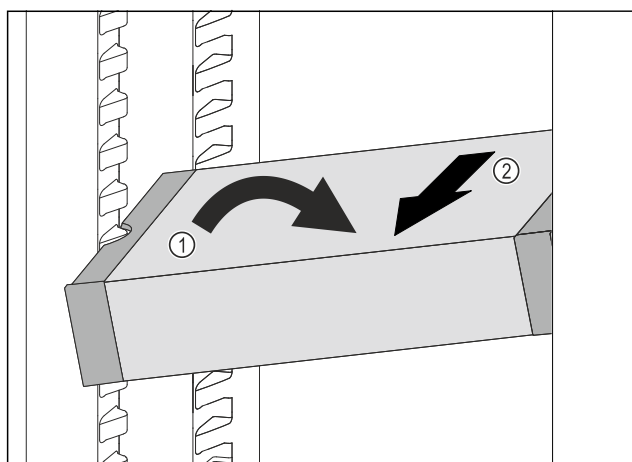

Fig. 133
- ▶ Ukosite ladicu VarioSafe u hladnjaku. Fig. 133 (1)
- ▶ Izvadite ladicu VarioSafe prema naprijed. Fig. 133 (2)